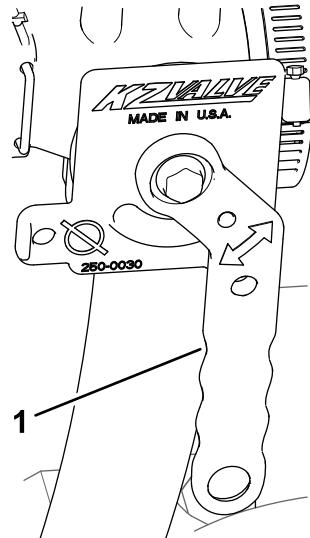

Рисунок 42
- Поверните рукоятку отсечного клапана эдуктора в открытое положение (Рисунок 42).
5. Закройте отсечной клапан эдуктора; см. Рисунок 42 в разделе Запуск эдуктора \(страница 24\).